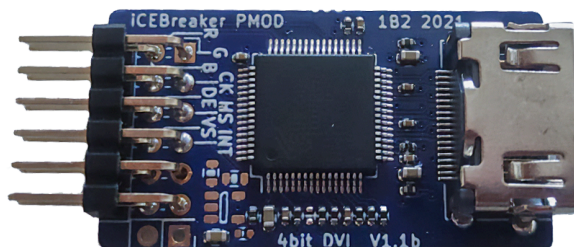

Figure 9 - Module **PMod - DVI**
- Un module PMod vers DVI pour l'affichage de l'image sur un écran par HDMI, voir figure Figure 9.